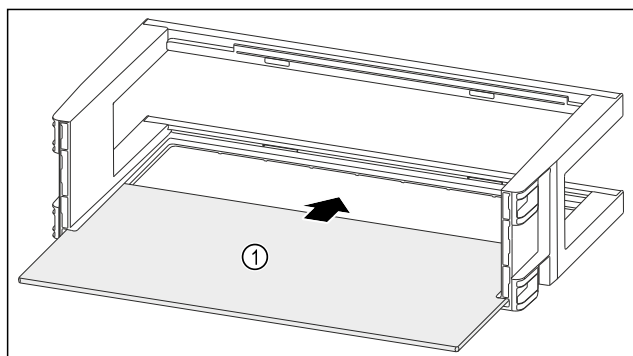

Fig. 134
- ▶ Wsunąć półkę Fig. 134 (1) w boczne wycięcia.